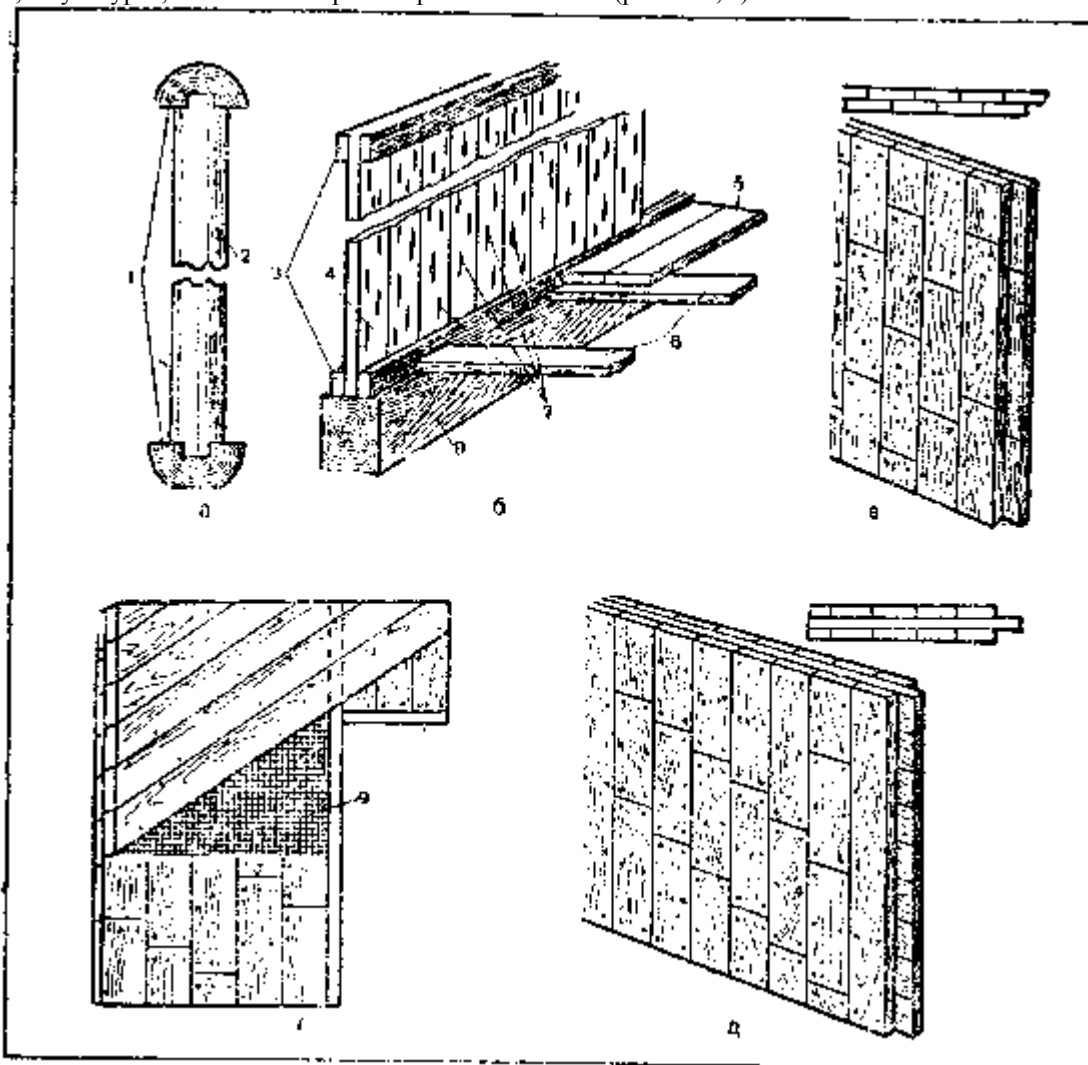

Рис. 147. Перегородки дощатые:
Перегородки из тонких бревен или пластин чаще всего устанавливают между квартирами или когда хотят теплое помещение отгородить от холодного. Это достаточно тяжелые перегородки, поэтому их следует возводить на балке с подготовленными под нее столбиками. Бревна перегородки обычно притесывают, конопатят, штукатурят, а в обвязках крепят прямыми шипами (рис. 147, а).
**Двойные дощатые перегородки** чаще всего собирают из щитов шириной 50 — 60 см с четвертями по краям (рис. 147, в). Из длинных досок такие перегородки делать не следует.
Для большей жесткости на вертикально скрепленные доски щита можно набить второй слой досок под углом 45°, т. е. по диагонали. Между этими слоями можно проложить толь, картон, пергамин (рис. 147, г).
**Тройные дощатые перегородки** делают из досок, которые располагают с наружных сторон вертикально, а в середине — горизонтально или по диагонали. Возможна изоляция с одной или двух сторон (рис. 147, д).